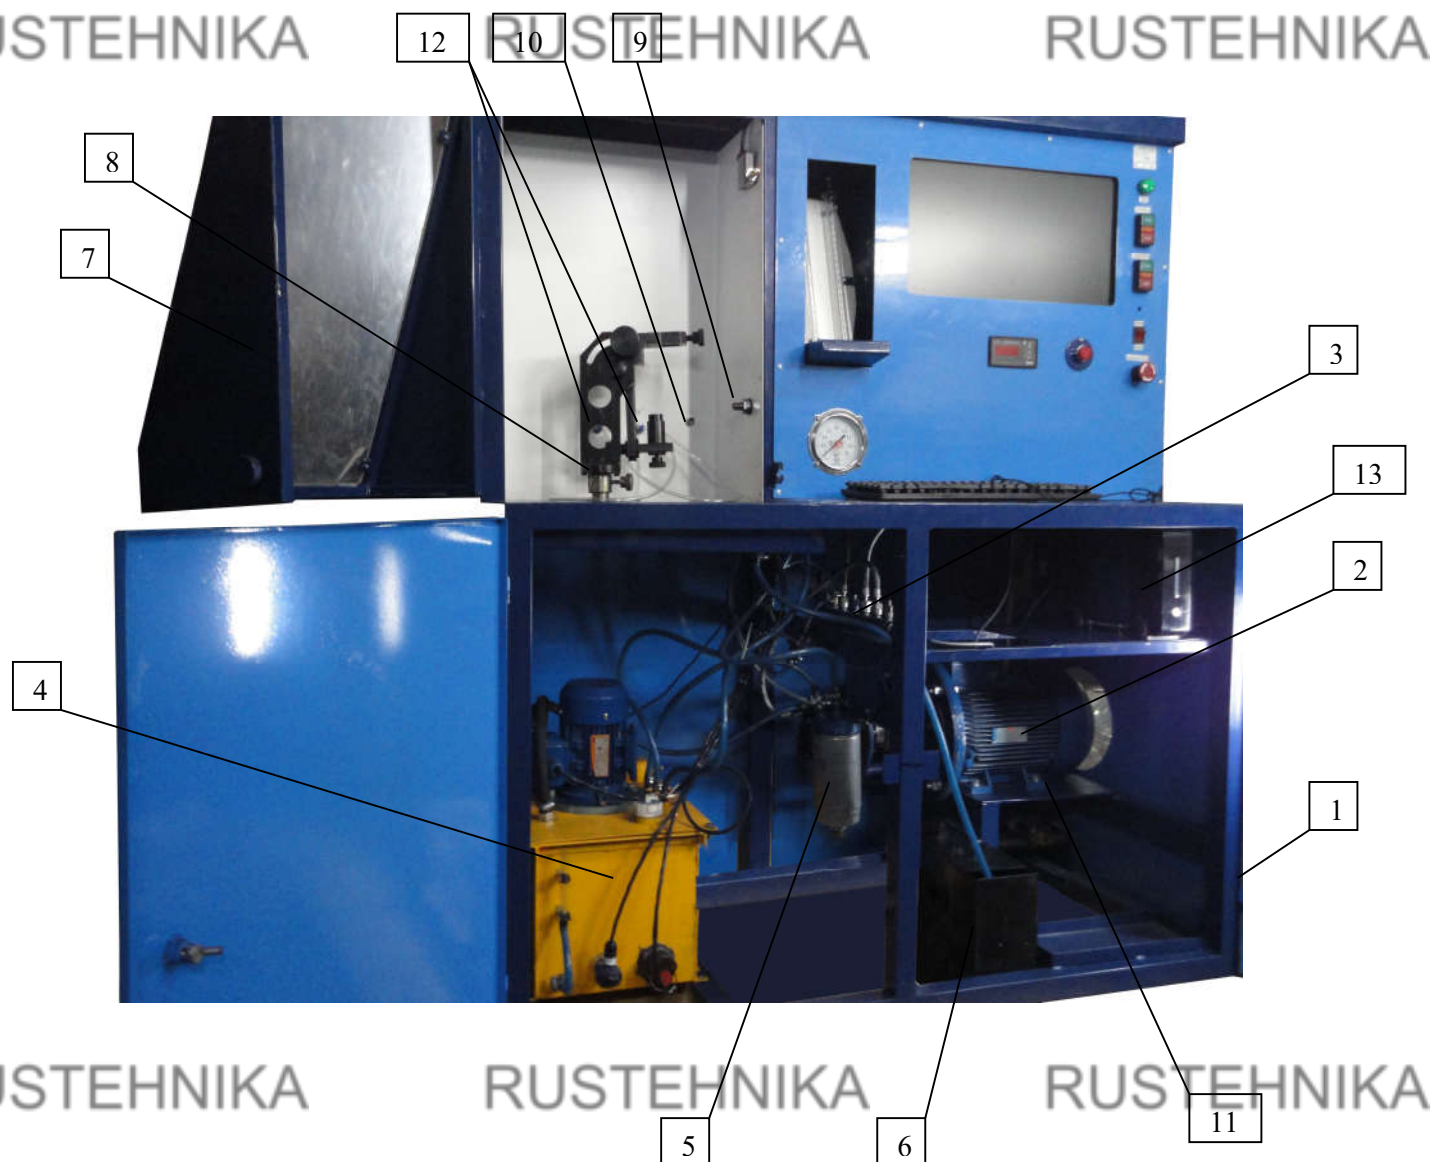

Рис.1 Общий вид стенда М-108
Система термостабилизации топлива включает в себя: топливный бак 4 (рис.1) с размещенными в нем радиатором охлаждения; нагревателем; датчиком температуры; трубопроводы охлаждения с мембранным вентиляем с электромагнитным приводом.
1). Установите на выходной штуцер⁹(рис.1) соответствующую трубку высокого давления(в зависимости от диаметра резьбы инжектора).
3). Установите форсунку в стойку⁸(рис.1) и закрепите в хомуте, оставив возможность свободно вращаться
7). Подсоединить соответствующий кабель к инжектору и к разъему¹⁰ (рис.1).